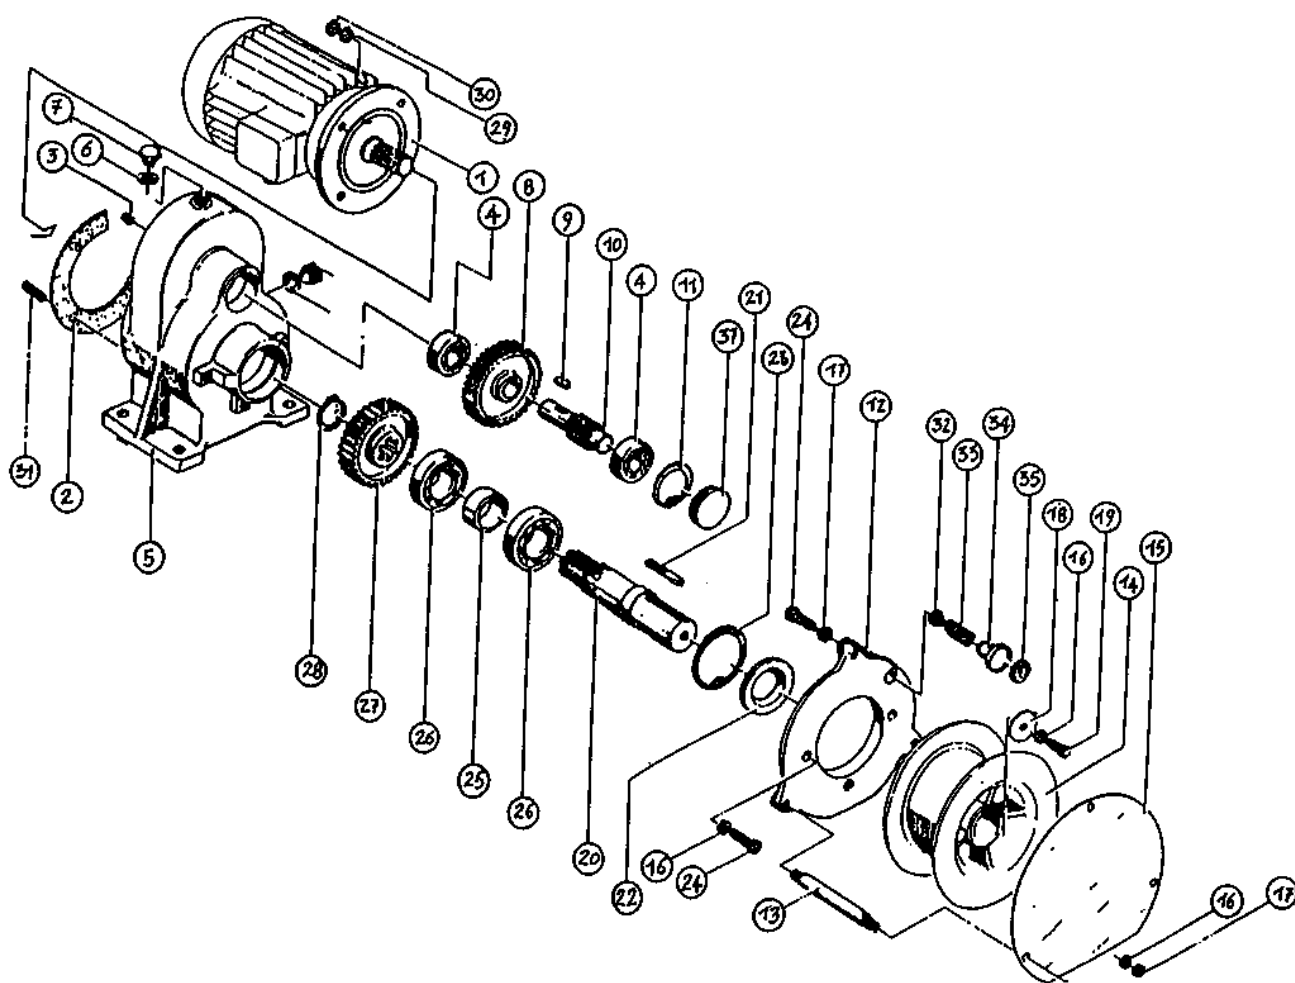

Рис. 3. Привод лебедки
12. Привод лебедки (см. рис.3) к совку;